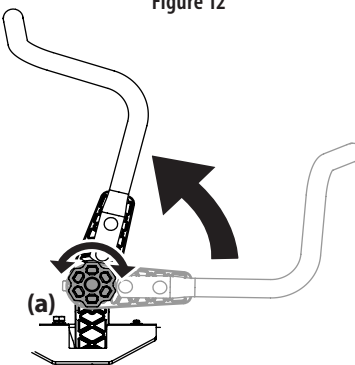

Figure 13
1. Tournez le bouton (a) vers la gauche pour le desserrer. Voir Figure 13.
3. Tournez le bouton vers la droite pour fixer la barre de conduite. Voir Figure 13.